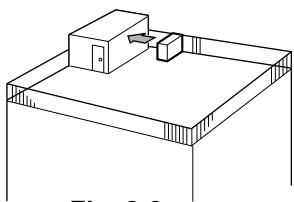

Fig. 2-3
- (1) Posizionare la bocca di uscita dell'aria verso la parete più vicina, mantenendola a circa 50 cm di distanza dalla parete. (Fig. 2-3)